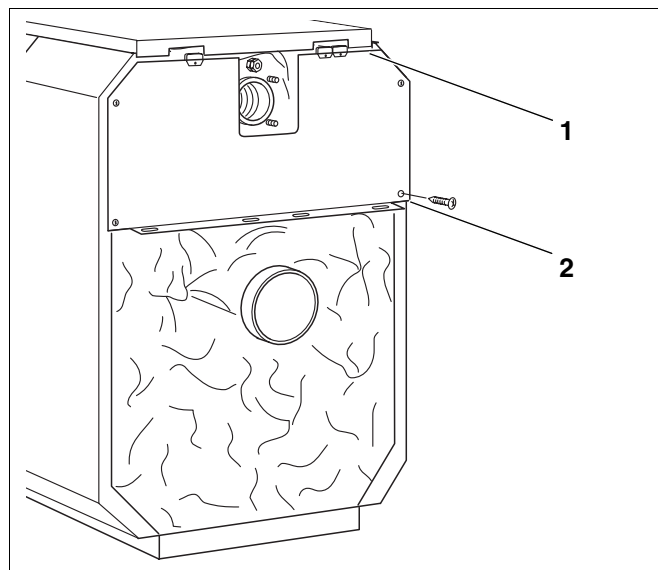

Fig. 54 Montering af den øverste bagkappe
- Skub den øverste bagkappe ind under den bageste topplade (Fig. 54, **pos. 1**), og skru den fast til sidekapperne bagfra med fire pladeskruer (Fig. 54, **pos. 2**).